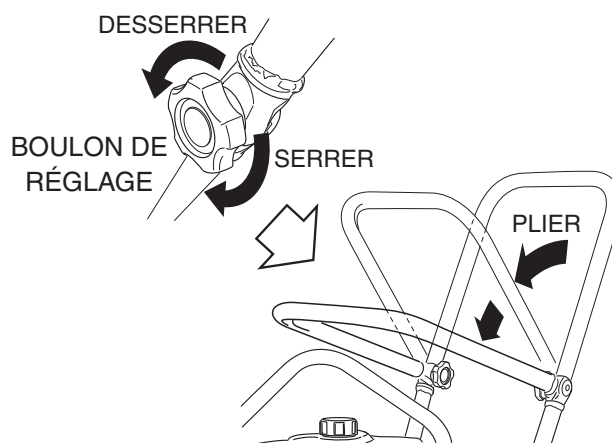

Figure 19. Plier la poignée
1. Desserrer les boulons de réglage de la poignée (Figure 19).